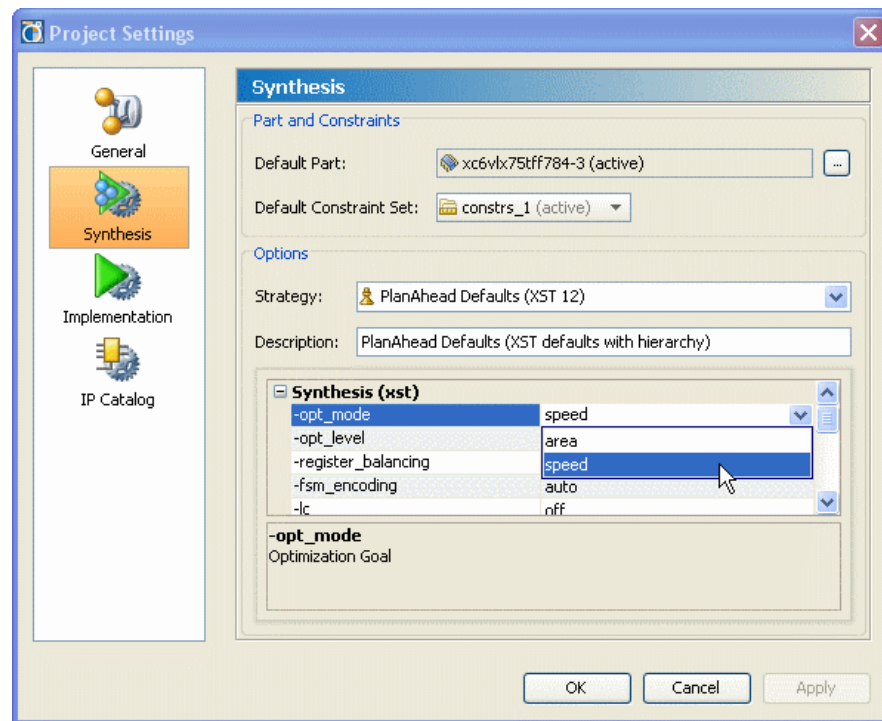

図 3-33 : [Project Settings] ダイアログ ボックスの [Synthesis] ページ
- ストラテジのオプションは、図 3-33 に示すように、このページで変更できます。